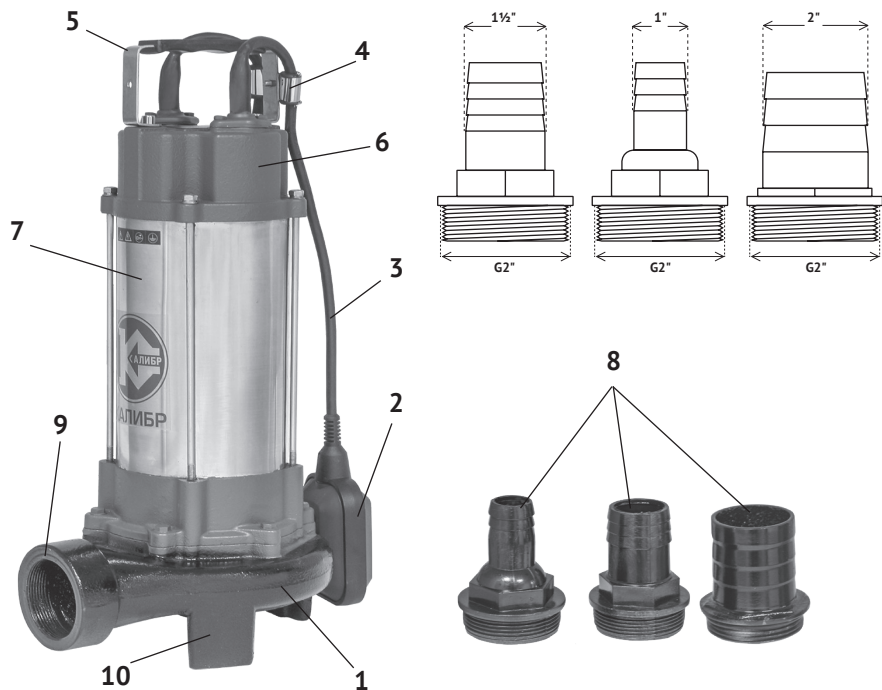

рис. 1
4.1 Общий вид насоса представлен на рис.1
Корпус двигателя (рис.1 поз.7) из нержавеющей стали, закреплён между чугунными: корпусом насоса (рис.1 поз.1) и крышкой (рис.1 поз.6). Такая конструкция обеспечивает долговечность эксплуатации насоса. Насос подключается к сети кабелем питания со штепсельной вилкой с заземляющим контактом. Насос начинает работу при подключении к сети питания. Термопротектор в обмотке статора отключает насос при повышении температуры обмоток.
Переходной штуцер (рис.1 поз.8) имеет соединение «ёлочка», для подключения шланга напорной магистрали.
6.2 Вкрутите в выходной патрубков (рис.1 поз.9) переходной штуцер (рис.1 поз.8). Смонтируйте и присоедините к переходному штуцеру напорную магистраль.
6.4 Для установки других пределов регулировки, следует изменить “вылет” поплавка относительно зажима крепления (рис.1 поз.4) на крышке корпуса двигателя (рис.1 поз.6). Проверьте, что уровень воды в пределах поля регулирования по отношению к перекачиваемому объёму, не потребует от насоса 30-ти и более включений в час. Частые коммутации выключателя сокращают срок службы насоса.
6.5 Привяжите верёвку (трос) к рукоятке (рис.1 поз.5) насоса. Кабель питания (рис.2 поз.5) можно закрепить на этой верёвке.